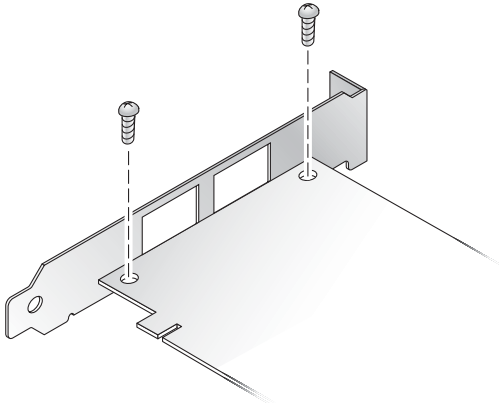

图 2 拆除托架螺丝
- a. 拆除 HBA 中的装配托架螺丝 (请参见图 2)。